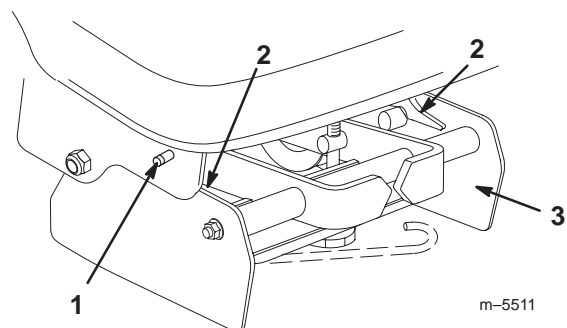

Figure 24
11. Si vous voulez déposer le bâti de poulies, poussez les boutons de déverrouillage du système Attach-A-Matic™ avant (Fig. 24) et relevez les leviers de verrouillage pour ouvrir les verrous de fixation du bâti de poulies. Déposez le bâti de poulie.